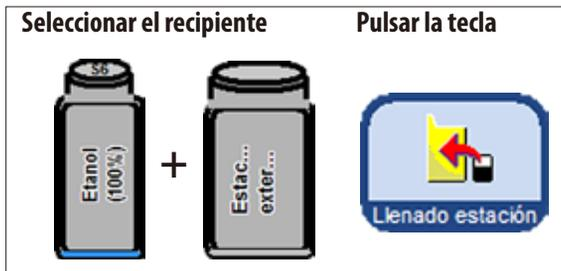

Fig. 168
- En la pantalla, seleccionar una botella del sistema vacía (p. ej., **S6**) y el recipiente recolector externo (**Estación externa**) (fig. 168).